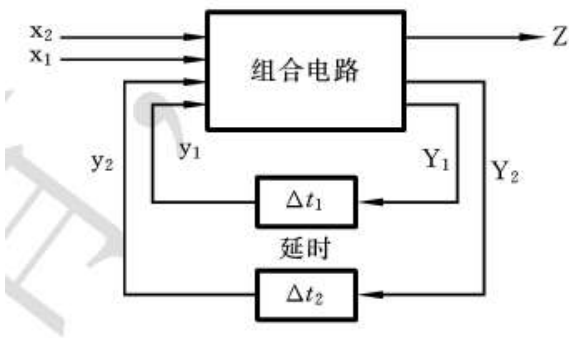

图 6.43 结构框图
(2) 在流程表上确定输入变化时的状态转移方式。
6.13 图 6.43 为某电平异步时序逻辑电路的结构框图。图中，